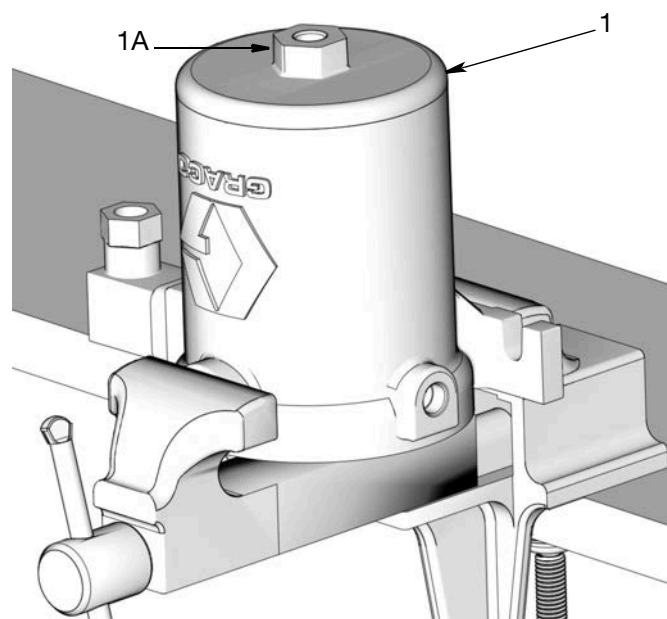

FIG. 20
16. Esaminare il gruppo pistone (33) per verificare l'eventuale presenza di graffi, usura o altri danni. Se danneggiato, sostituire il gruppo pistone della pompa (33).
17. Riposizionare il cilindro del motore pneumatico nella morsa e accedere alla parte inferiore del cilindro del motore pneumatico (FIG. 20).
18. Utilizzare una chiave sul dado del coperchio (1a). Ruotare in senso antiorario per allentare e rimuovere il coperchio (1) dal fondo o dal cilindro del motore pneumatico. (FIG. 20).